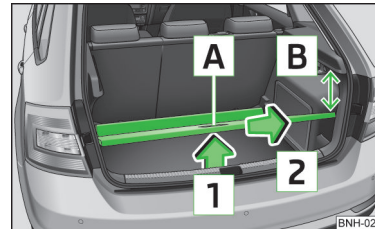

Abb. 73 Variablen Ladeboden herausnehmen
- › Den variablen Ladeboden am Griff **A** » Abb. 73 fassen.
- Beim Herausnehmen bzw. Einsetzen des variablen Ladebodens ist der Maximalabstand von 15 cm **[B]** » Abb. 73 unterhalb der Gepäckraumabdeckung einzuhalten - es besteht die Beschädigungsgefahr der Gepäckraumklappendichtung.